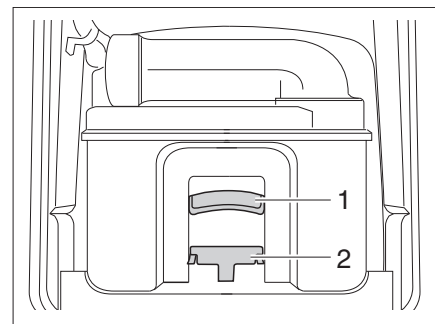

Fig. 146 Cassetta Thetford
- Tirare la staffa di supporto (Fig. 146,2) verso il lato anteriore per sbloccare la cassetta della toilette ed estrarre la cassetta mediante la maniglia (Fig. 146,1).